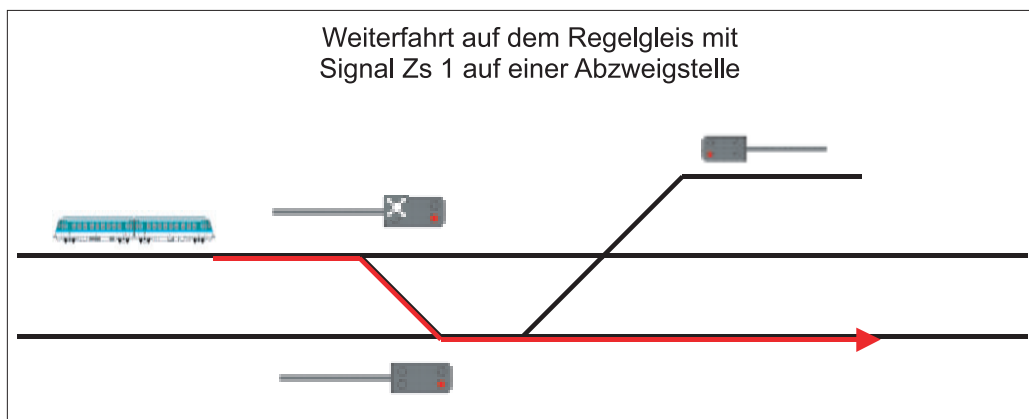

Abbildung 20: Weiterfahrt auf dem Regelgleis mit Signal Zs 1 auf einer Abzweigstelle.
- Soll auf einer Abzweigstelle auf dem Regelgleis weitergefahren werden, wird dem Triebfahrzeugführer an einem Blocksignal, das sich links neben oder über dem Gegengleis befindet, das Signal Zs 1 angezeigt (Abbildung 20).